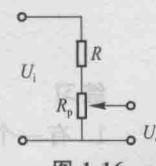

图 1-16
3. 如图 1-16 所示电路，已知 $U_i = 10 \text{ V}$ ， $R = 100 \Omega$ ， R_p 是滑动变阻器，其变化范围是 $0 \sim 100 \Omega$ ，则输出电压 U_o 的变化范围是多少？